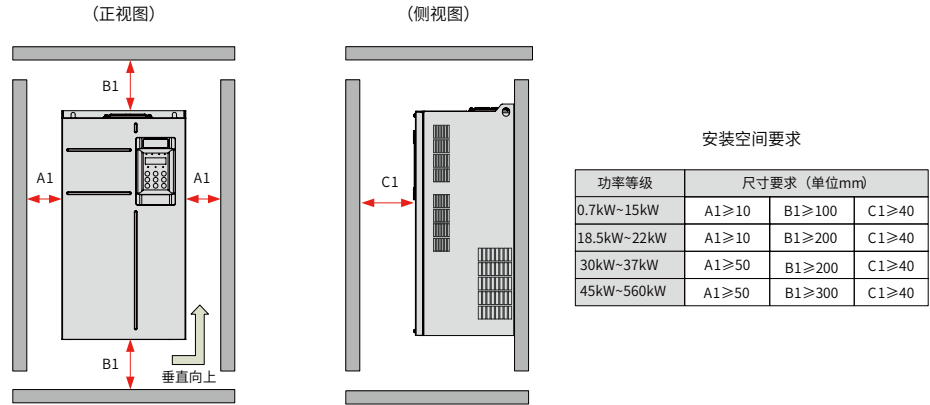

图 3-2 单台机器 [MD480T0.7GB-MD480T160G]/[MD480-7T55G~MD480-7T500G/560P] 安装空间
- 安装空间要求如图 3-2 所示，需保证变频器有足够的散热空间，预留空间时请考虑柜内其他器件的散热情况；